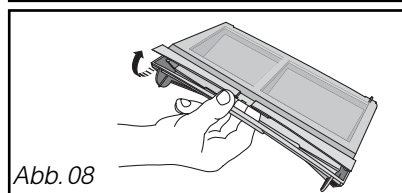

Abb. 08
- Öffnen Sie den Filter (Abb. 08).